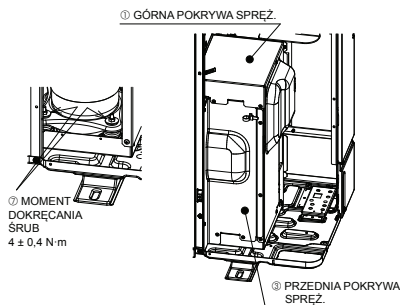

Fig. 4-2
- Po zdemontowaniu części ustalających SPRĘŻ. należy dokręcić nakrętki i z powrotem założyć GÓRNĄ POKRYWĘ SPRĘŻ. oraz PRZEDNIĄ POKRYWĘ SPRĘŻ. (Fig. 4-2)